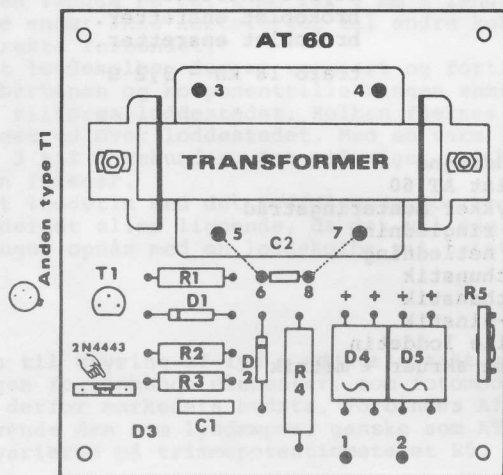

FIG.2.
1. Først monteres de fire loddeøjne i punkterne 1,2,3 og 4. Se fig.2. Loddeøjnene presses helt ned i printet, loddes og afklippes.
4. Kondensatorerne C1 og C2 monteres nu. Se fig. 2. Derefter monteres transformatoren TR. Punkterne 3 og 4 betegner 3,2 ohm og 5 og 6 18 kohm, TR vendes derefter. Trådenderne på transformatoren afisoleres med en kniv el.l. derefter stikkes trådenderne gennem printet og loddes. C2 og trådenderne på TR's 18 kohms side monteres i samme huller.